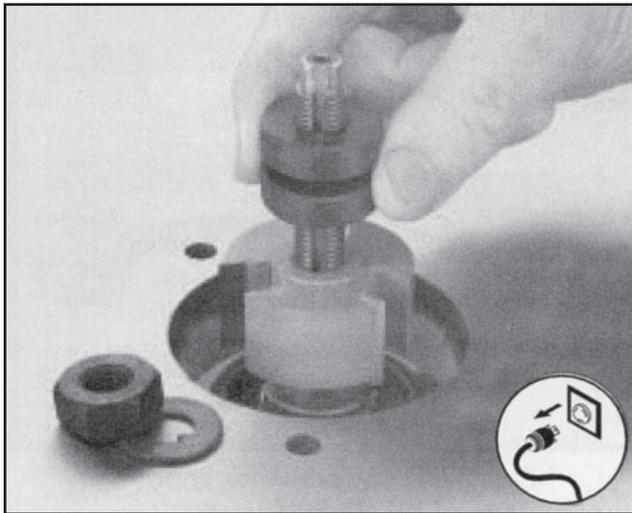

Figura 19. Colocación de la roldana del pivote
3. Coloque el pivote espaciador(es) requeridos sobre el pivote como se muestra en la Figura 19.